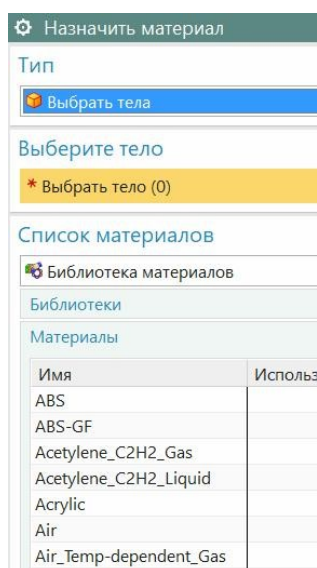

рис.106
- В ответ появится большое диалоговое окно (рис.106).
- Во время работы с диалоговым окном рис.106 сначала нужно *указать деталь*, для которой вы задаете материал, а потом выбрать строку с нужным материалом.